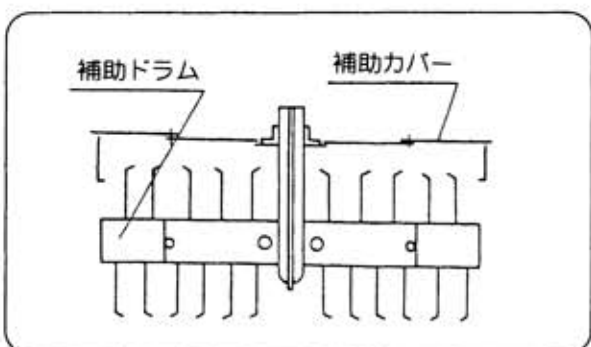

図57
- ② 補助ドラムをセットした場合は、刃の配列は図57のようにおこなってください。刃の配列によって、作業精度が異なってきます。
- ③ 補助ドラムをセットした場合は、それに合わせて補助カバーを取付け調整してください。